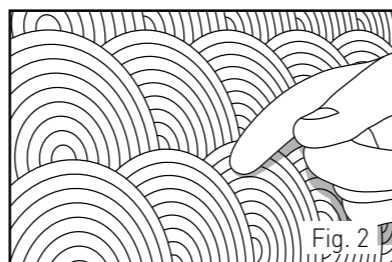

Fig. 2
- Utiliser pour la découpe des panneaux l'outil griffe ou le cutter. Pour des découpes nombreuses préférer une scie circulaire avec guide. (Cf. Fig.2)
- Le respect du temps de gommage doit être vérifié en posant un doigt contre la partie encollée à différents endroits. Si des filaments se forment lorsque le doigt est légèrement retiré, alors le temps de gommage est respecté. Une fois le gommage effectué, la colle garde son pouvoir collant entre 15 et 40 minutes*. [Cf. Fig.2]